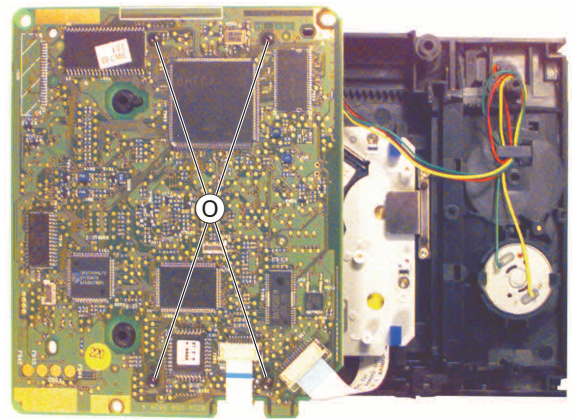

Fig. 6
- 4 Schrauben Ⓞ (Fig. 6) herausdrehen und DVD-Monoboard abnehmen.
- Undo 4 screws Ⓞ (Fig. 6) and remove the DVD-Monoboard.